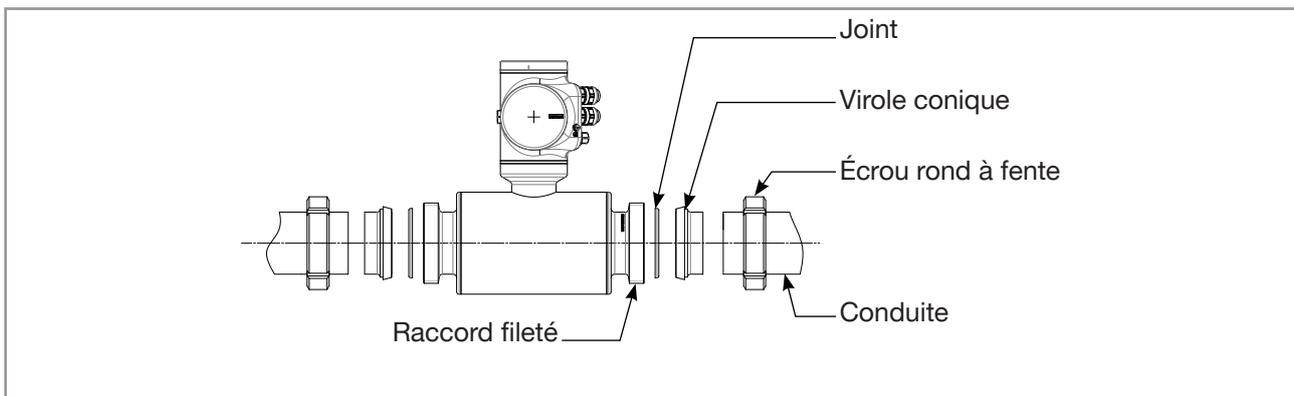

Fig. 19 : Ordre de montage des accessoires
1. Mettre l'écrou à fente sur la conduite. Respecter le sens de montage des écrous ronds à encoches afin qu'ils puissent être vissés sur les raccords filetés extérieurs de l'appareil. Se référer à la Fig. 19.